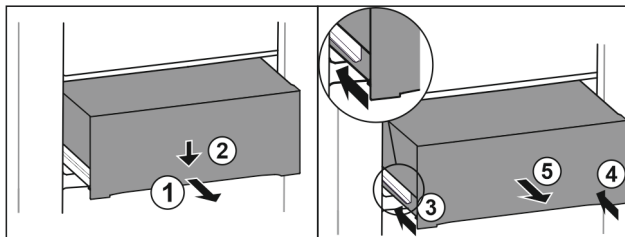

Fig. 129
- Zásuvku napůl vytáhněte. Fig. 129 (1)
- Stlačte zásuvku na přední straně dolů. Fig. 129 (2)
- Zasuňte levou kolejničku přibližně do 2 cm. Fig. 129 (3)
- Zasuňte pravou kolejničku přibližně do 2 cm. Fig. 129 (4)
- Vyjměte zásuvku dopředu. Fig. 129 (5)